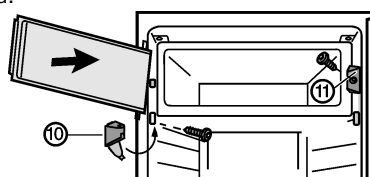

Fig. 7 \*
- Monte la pieza de cierre Fig. 7 (11)\*.
- Monte el soporte de cojinete Fig. 7 (10) y cierre la cubierta.\*